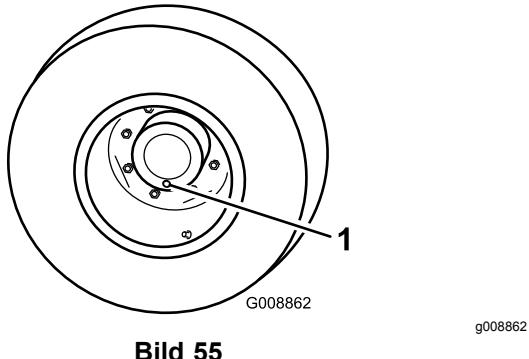

Bild 55
- Stellen Sie die Maschine auf einer ebenen Fläche ab und positionieren Sie das Rad so, dass sich eine der Prüfschrauben in der untersten Stellung (6 Uhr) befindet (Bild 55).